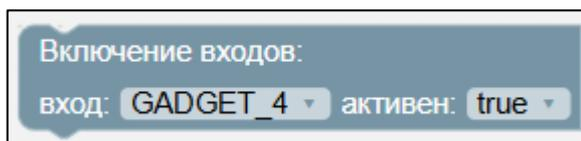

Рисунок II-42 – Блок «Включение входов»
4. Блок «Включение входов» (см. Рисунок II-42).